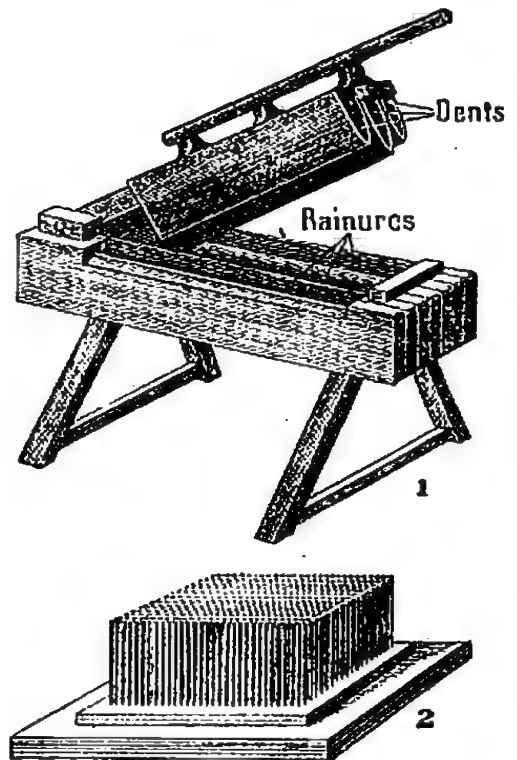

Fig. 367, 368. — 1, Broie; 2, peigne.
**5. Filasse.** — Le chanvre retiré de l'eau est séché au soleil, puis ses tiges sont écrasées à l'aide d'un instrument appelé *broie* (fig. 367). On débarrasse les fibres des fragments de la tige ou *chênevottes* en les faisant passer entre les dents d'un peigne métallique (fig. 368). On obtient ainsi de la *filasse* avec laquelle on fabrique du fil et de la toile, des cordes, etc. L'*étoupe* est la partie la plus grossière de la filasse.